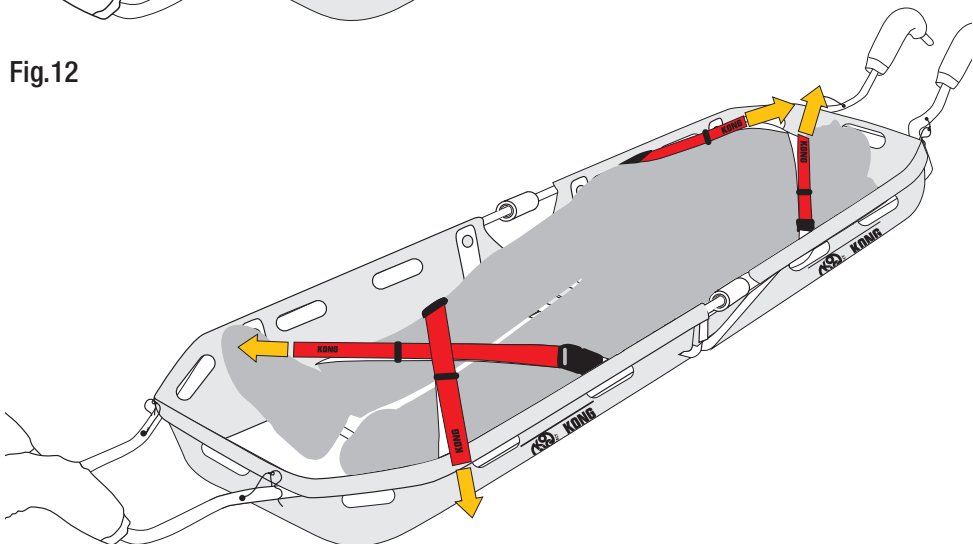

Fig.13
- adagiare il paziente nella barella, agganciare le fibbie e tensionare le fettucce fino a bloccarlo (fig. 13).